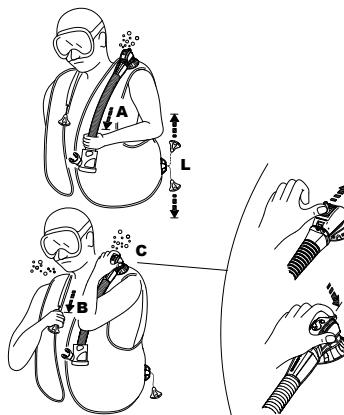

Abb. 7
- a. sanftes Ziehen an der Schlaucheinheit (Abb. 7 - A).
- b. auf den Knopf drücken, der aus dem Ventilgehäuse ragt (Abb. 7 - C) (patentiert): Dieses System kann auch dazu verwendet werden, um bei einem anderen in Probleme geratenen Taucher das Jacket zu entlüften (Panik, Anfänger, Bewusstlosigkeit usw.).
- Das SCUBAPRO® Dual Manual Dump-Ventil (Patent) verfügt über einen manuellen Sicherheitsknopf (Abb. 7-C), der auf Druck Luft ausströmen lässt, wenn das manuelle Ablasssystem versagt (gebrochenes Kabel, Stift usw.) oder wenn Air 2 zum Atmen verwendet wird.
### **Schulterventil (Abb. 7 - B)**
Das Ventil auf der rechten Schulter, sofern vorhanden, wird durch sanftes Ziehen am Zugknopf, der über ein Zugseil mit dem Ventil verbunden ist, aktiviert (Abb. 7-B). Die Ventile müssen beim Aktivieren in einer höheren Position sein, als die Luftblase im Tarierjacket. Aktivieren Sie das Ablassventil, bis die gewünschte Luftmenge ausgeströmt ist. Zum Schließen des Ventils hören Sie zu ziehen/drücken auf (Abb. 7-B).
### **Unteres Ablassventil (Abb. 7 - L)**
**Die Ablassvorrichtungen mit dem maximalen Luftauslass sind das Schulterventil (Abb. 7 - B) und das untere Ventil (Abb. 7 - L).**